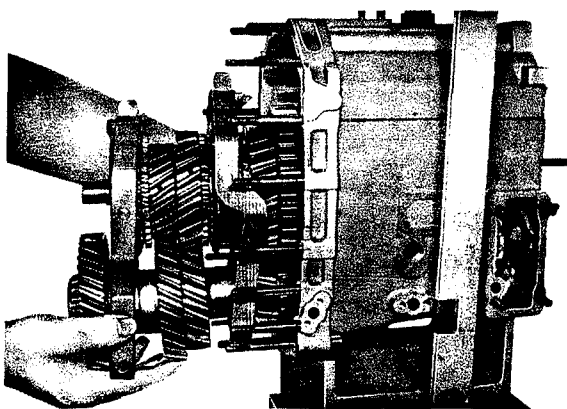

Fig. 45
1. Enficher l'arbre de renvoi à travers la fourchette médiane (606) et la fourchette arrière (608 ou 607). Introduire ensemble l'arbre principal et l'arbre de renvoi dans la partie arrière du carter (fig. 45).